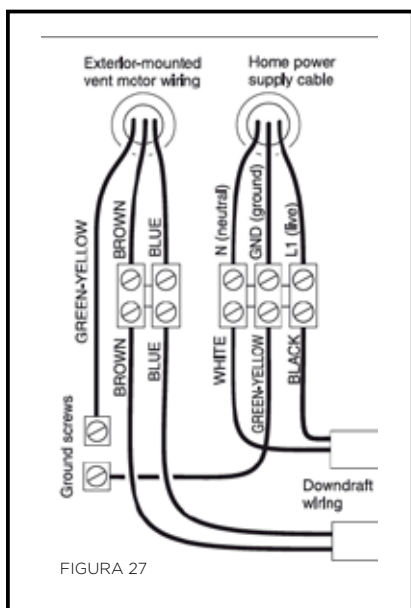

FIGURA 27
- Usando la FIGURA 27 como guía, conecte el cableado del ventilador remoto de la siguiente manera en la caja de tiro descendente: Azul en el lado derecho, marrón en el lado izquierdo y el cable de tierra verde pasa por debajo de uno de los tornillos de tierra verdes.